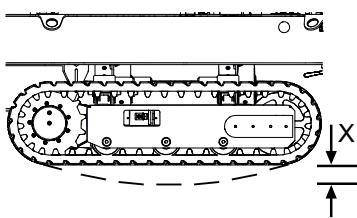

Abb. 233
7. Sicherstellen, dass der Durchhang (Abb.233/X) 10–15 mm hat.